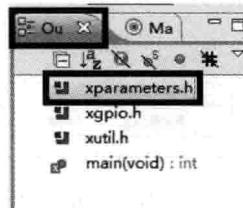

图 4.81 生成的文件
(25) 在 SDK 主界面左侧 Project Explorer 窗口下,找到并展开 lab4。在展开项中找到并展开 src。在 src 展开项中,找到并双击 lab4.c。如图 4.81 所示,将填充 Outline 标签窗口,双击 xparameter.h 文件,打开头文件 xparameter.h。